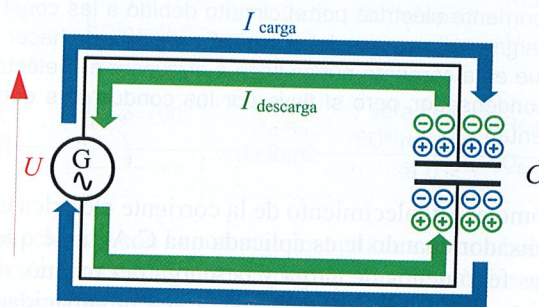

Figura 12.21. El condensador se carga y descarga al aplicarle C.A.
**En corriente alterna:** si conectamos un condensador a una tensión alterna (Figura 12.21), se puede comprobar experimentalmente que ahora sí fluye corriente de una forma constante. Si conectásemos un vatímetro, al igual que ocurre con el circuito con bobina, podríamos comprobar cómo el consumo de potencia es nulo, a pesar de la existencia de una cierta corriente. De aquí se puede sacar la conclusión de que el condensador, lo mismo que la bobina, no consume potencia.